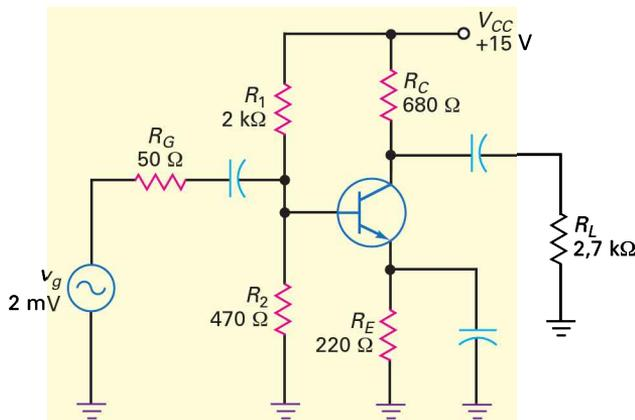

Figure 10.38
10.1 Quelle est la résistance de collecteur DC de la figure 10.38 ? Quel est le courant DC à la saturation ?
10.2 Sur la figure 10.38, quelle est la résistance de collecteur AC ? Quelle est la valeur du courant AC à la saturation ?
10.3 Quelle est la sortie crête à crête maximale dans la figure 10.38 ?
10.4 Toutes les résistances sont doublées dans la figure 10.38. Quelle est la résistance de collecteur AC ?
10.5 Toutes les résistances sont triplées dans la figure 10.38. Quelle est la valeur maximale crête à crête de la sortie ?
10.13 Que vaut le gain en courant de l'amplificateur de la figure 10.38 ?
10.14 Quelle est la puissance fournie par l'alimentation à l'ampli de la figure 10.38 ?
10.15 Le signal d'entrée de la figure 10.38 est augmenté jusqu'à ce que la valeur crête à crête de la tension de sortie sur la charge soit maximale. Quel est le rendement ?
10.16 Quelle est la puissance consommée au repos dans la figure 10.38 ?
10.52 Tracez les droites de charge DC et AC de la figure 10.38.